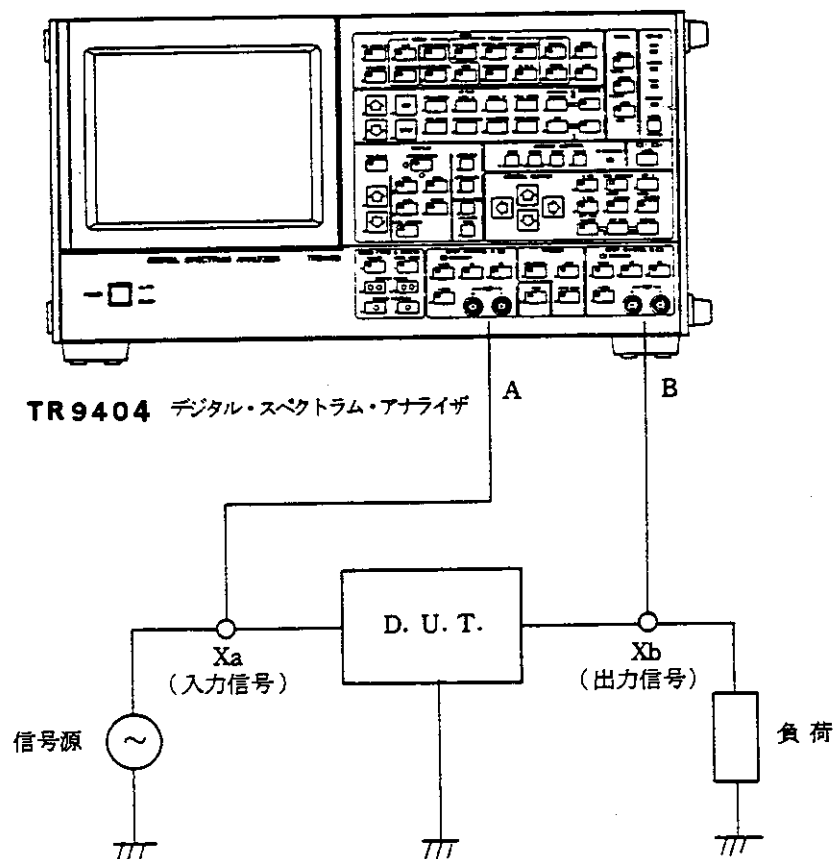
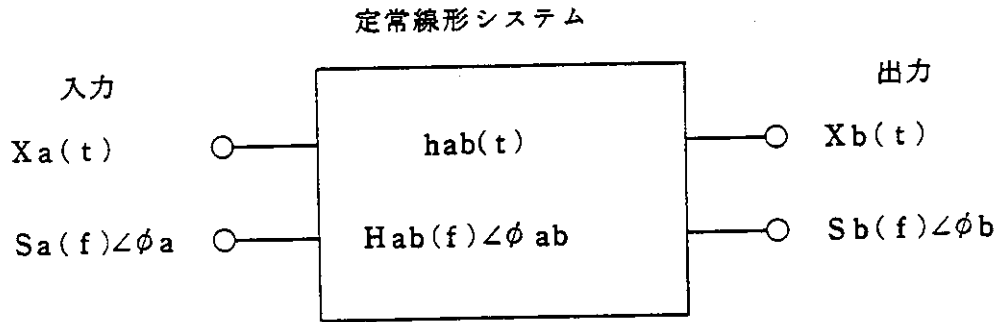

図3-1 CH-AとCH-Bの関係
図 3-2 2 端子回路網の入出力関係とその記号
たとえば、〔図3-1〕に示しますような線形システムであるD. U. T. (Device Under Test: 被測定物)の伝達関数を求める場合について考えてみます。D. U. T. に印加される入力信号は、TR9404のAチャンネルに接続し、その応答結果であるD. U. T. の出力信号はBチャンネルに接続されなければなりません。
D. U. T. に対するこれらの入力信号と出力信号の時系列データを、それぞれ $X_a$ ,  $X_b$ と定義することによって、TR9404のすべての解析機能および表示を得ることができます。〔図3-2〕は、このD. U. T. に対する入力、出力および伝達関数などの関係を明確にしたものです。
以上の関係から、 $X_a$  と  $X_b$  を測定することによって、[ 図 3-1 ] の D. U. T. の伝達関数 (振幅情報と位相情報)、インパルス・レスポンスなどを求めることができます。
となります。〔図3-2〕で定義づけられた
(1)~(3)および(4)、(5)のように電力スペクトラムが同じであっても、波形と位相スペクトラムは大きく異なってきます。たとえば、〔図 3-1〕および〔図 3-2〕において、 $X_a$  の波形が〔図 3-6〕の(4)で、 $X_b$  の波形が〔図 3-6〕の(5)であったとしますと、D.U.T. の入出力の振幅は同じですが、位相において変化がみられます。